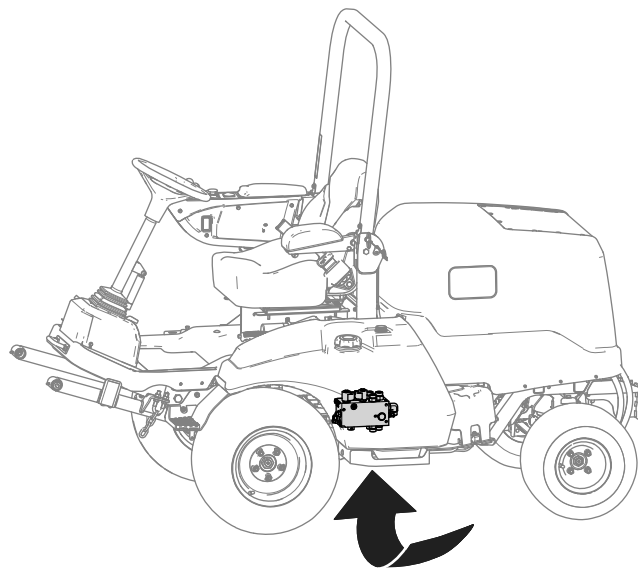

Figura 22
- Localice el distribuidor de elevación desde debajo de la máquina (Figura 22).